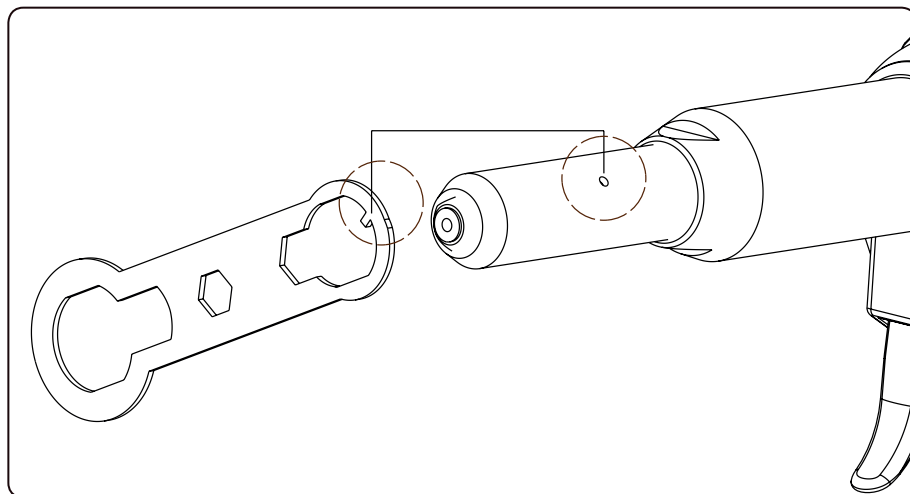

Abb.7, Platzierung der Schlüssel Nase in der Bohrung im Pistolenschaft
- Falls ein Zugang zu den Klemmbanken (Teil 3, Abb.8) oder einem anderen Geräteteil erforderlich ist, schrauben Sie den Pistolenschaft mit Hilfe des mitgelieferten Schlüssels ab. Im den Pistolenschaft mit dem Schlüssel abschrauben zu können, muss die Nase am Schlüssel in die Bohrung zu können, muss die Nase am Schlüssel in die Bohrung am Pistolenschaft als Anschlag einrasten (Abb.7). Vor dem Austausch der Teile ist der Pistolenschaft zu drücken und loszulassen. Sorgen Sie für ausreichende Schmierung der Bestandteile im Pistolenschaft, vor allem nachdem sie ausgetauscht wurden. Zur Schmierung ist ein Maschinenfett zu verwenden.